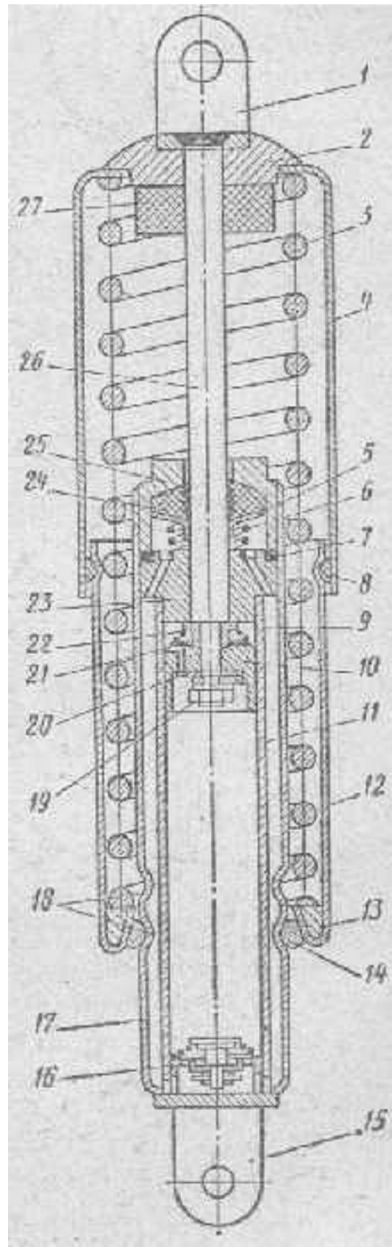

Рис. 128. Разрез заднего амортизатора:
Устройство и работа. Амортизатор (рис. 128) состоит из двух основных частей: механической и гидравлической. Обе части соединены при помощи двух полуколец, прижимаемых постоянно в кольцевых канавках корпуса усилием предварительно сжатой пружины 3.
Иногда даже наблюдается трение одного кожуха о другой, при котором снимается хромовое покрытие. Для устранения перекоса амортизатора правят кронштейн или вилку. Вместо изношенного пластмассового кольца 8 (см. рис. 128) нижнего кожуха можно приклеить эпоксидным клеем полоску тонкой кожи.
3. Надеть на шток упор 2 (см. рис. 128), резиновую шайбу 27 и резьбовую пробку 25.